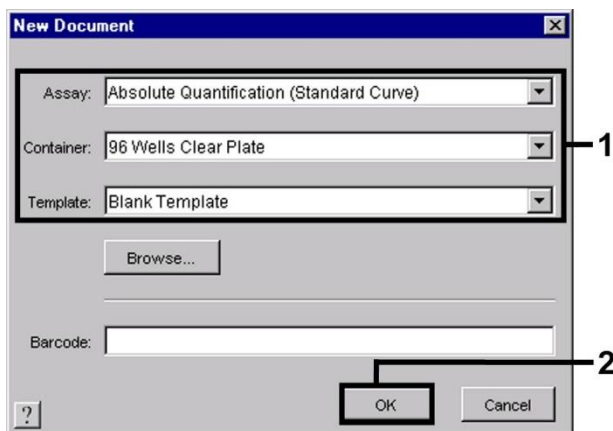

Fig. 16 : Pré-paramétrages pour la création d'un nouveau cycle de PCR (New Document) (Nouveau document).
Dans le cas de l'ABI PRISM 7900HT SDS, sélectionner la commande *New* (Nouveau) du menu *File* (Fichier) et définir les paramètres de base suivants pour le nouveau document (voir Fig. 16). Un modèle préalablement enregistré (*ABI PRISM SDS Template Document* [\* .sdt]) se trouve dans la liste *Template* (Modèle) ou peut être sélectionné à l'aide de la fonction *Browse* (Parcourir) (voir 8.6.3.5 Enregistrement du cycle de PCR). Confirmer les pré-paramétrages (OK).